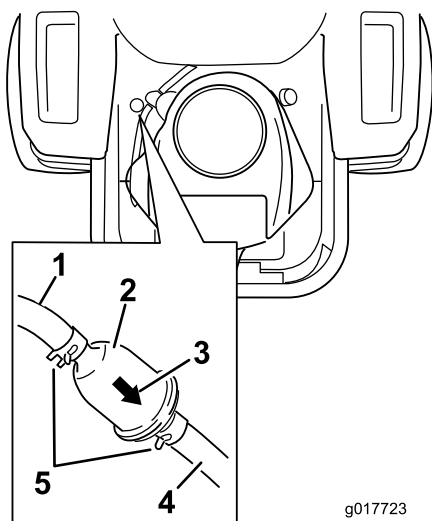

Bild 51
4. Klappen Sie den Sitz hoch und ermitteln Sie den Kraftstofffilter, wie in Bild 51 dargestellt.
7. Setzen Sie einen neuen Filter ein. Der Pfeil für die Flussrichtung muss vom Kraftstofftank zum Motor zeigen. Schieben Sie die Schlauchklemmen eng an den Filter (Bild 51), um ihn zu befestigen.